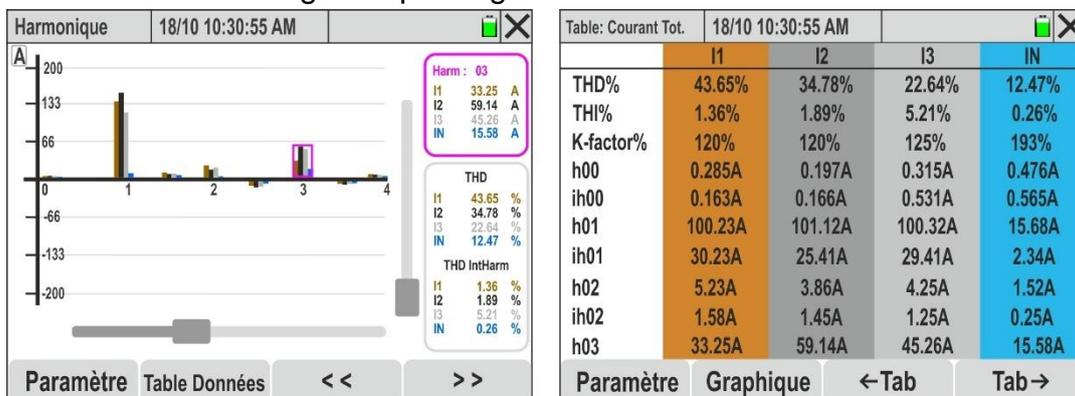

Fig. 56: Analyse harmoniques en cours au format numérique et graphique
10. **Avec la sélection des 4 courants**, les histogrammes des courants individuels I1, I2, I3 et IN sont affichés à la Fig. 56 - partie gauche